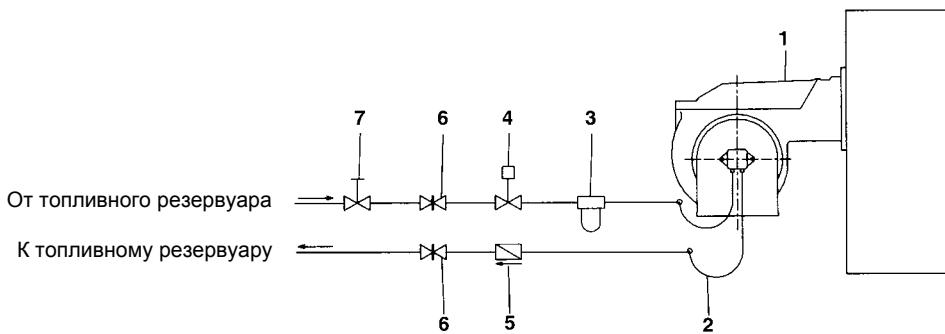

Рис. 6 - Двухтрубная система
**ПРИМЕЧАНИЕ:** в системах с гравитационной подачей или с кольцевым контуром, установить автоматическое отсечное устройство (см. № 4 - Рис. 6).